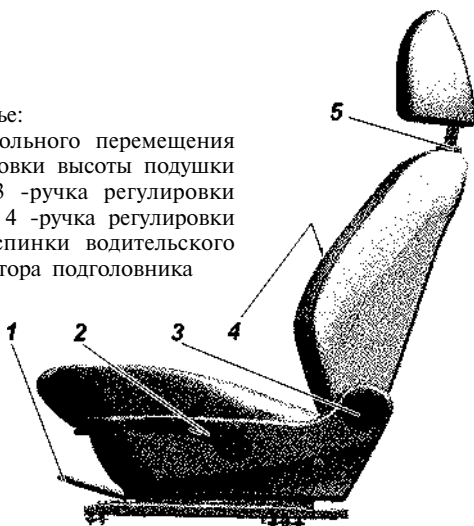

Рис. 3.35. Переднее сиденье:
Регулировка передних сидений в продольном направлении осуществляется с помощью рычага 1 (рис. 3.35): потяните на себя расположенный спереди под подушкой сиденья рычаг фиксации продольного перемещения сиденья и сдвиньте сиденье в требуемое положение. Закончив регулировку, отпустите рычаг и удостоверьтесь в надежности фиксации сиденья, подвигав его вперед-назад при отпущенном рычаге.
- потяните за рычаг 3 по направлению движения автомобиля, освободив спинку, уложите ее, как показано на схеме, рис. 3.35;